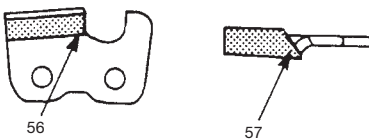

Fig. 44
- 6) Limar suficientemente para eliminar cualquier daño del filo de corte (placa lateral (56) y placa superior (57)) de la cuchilla. (Fig. 44)